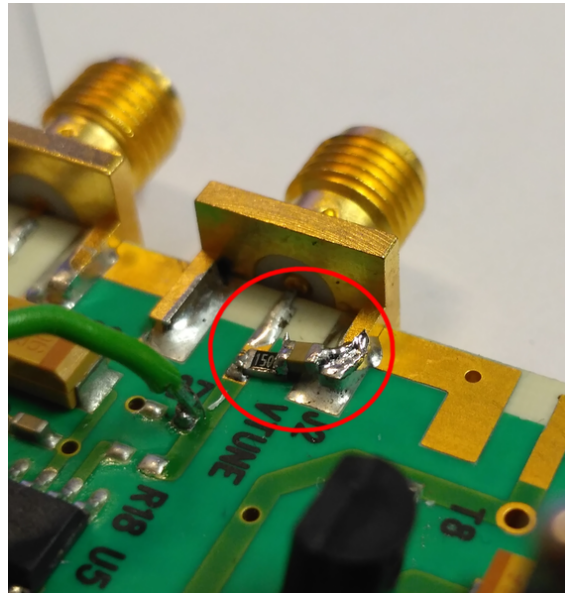

Figura. 2: Puente con capacitor y resistencia en la conexión Vtune
- para completar la generación de la señal de error un capacitor (47nF o 33nF) y una resistencia (150 OHms) en serie deben ponerse entre la señal de la salida y tierra. Esto se puede hacer facilmente con dos elementos de montaje superficial soldados entre los pines de salida y tierra de V_{tune} como un puente, se puede apreciar en la **Figura 2**.